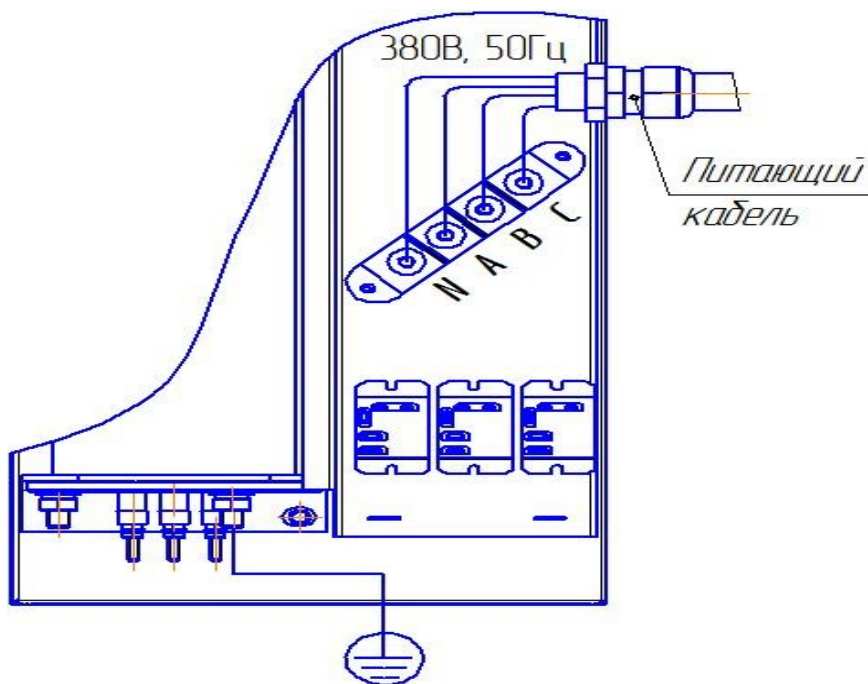

Рис. 3 Схема подключения к трехфазной сети
- Подключить ЭВН-К к электросети 380В, 50Гц рис.3, для чего вводной кабель пропустить через кабельный ввод (фитинг). Фазные провода и нулевой провод следует подключить в соответствии с маркировкой на клеммную колодку.